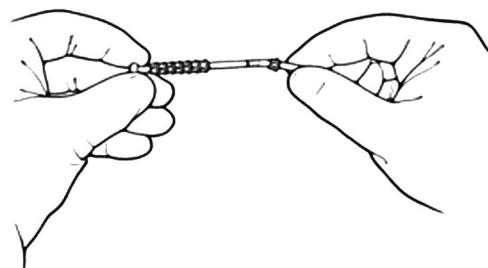

Figura 4-31. Deslice la boquilla
2. Deslice el aro de la boquilla en el tubo, asegurándose de que los dientes estén orientados hacia el extremo del tubo. **(Figura 4-31)**